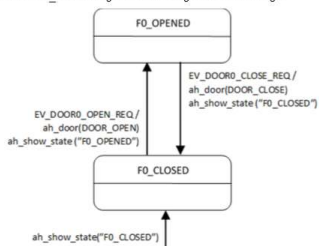

Abbildung 2: UML-State-Diagramm 'Türsteuerung'
In einem ersten Schritt soll eine einfache FSM gemäss **Abbildung 2** für den Türöffnungsmechanismus im Keller (F0) implementiert werden:
- Implementieren Sie die Funktionen **fsm_init()** und **fsm_handle_event()** im Modul **state_machine** gemäss dem Diagramm in **Abbildung 2**.